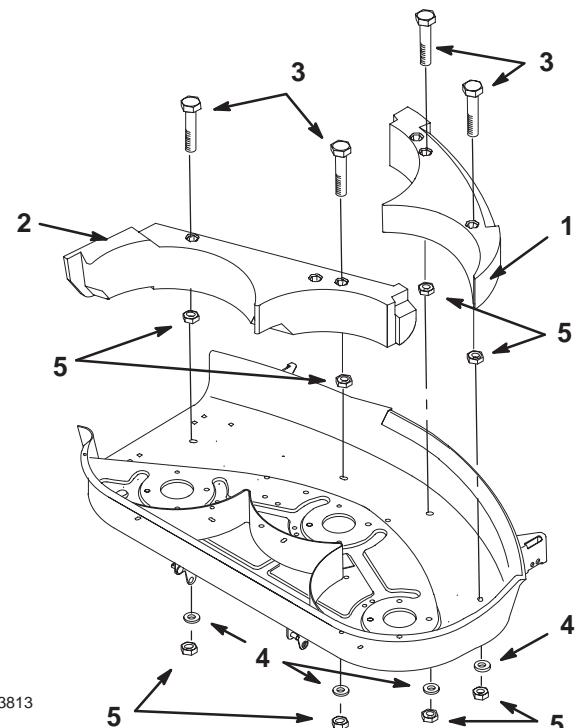

Bild 15
- Positionieren Sie das linke und das rechte Ablenkblech so in der Schneidkammer, dass die Verlängerungen ineinander passen. Sichern Sie diese mit vier Sicherungsmuttern (5/16") und vier Sicherungsscheiben ab (Bild 15).